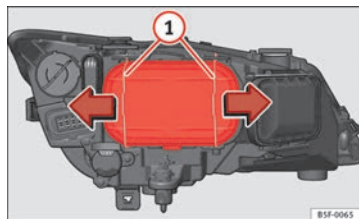

Fig. 139 Feux de croisement
- Déplacez les tirants ⇒ fig. 139 ① dans le sens de la flèche puis retirez le cache.